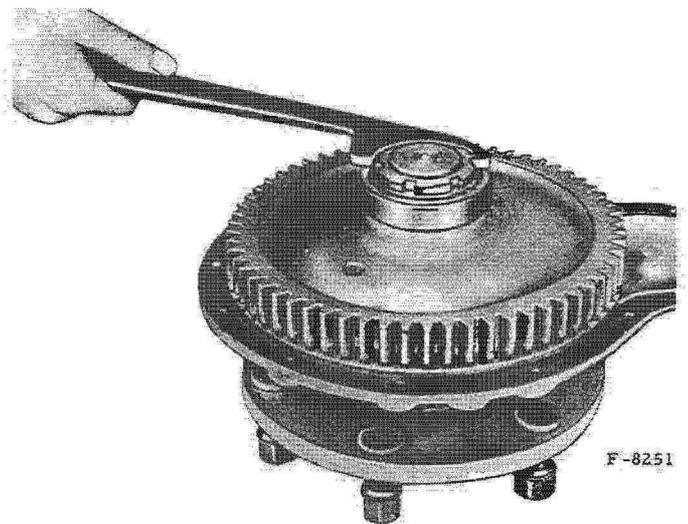

Fig. 20. - Desserrage de l'écrou à créneaux.
- Dévissez l'écrou à créneaux du réducteur à l'aide d'une clé à griffes (fig. 20).